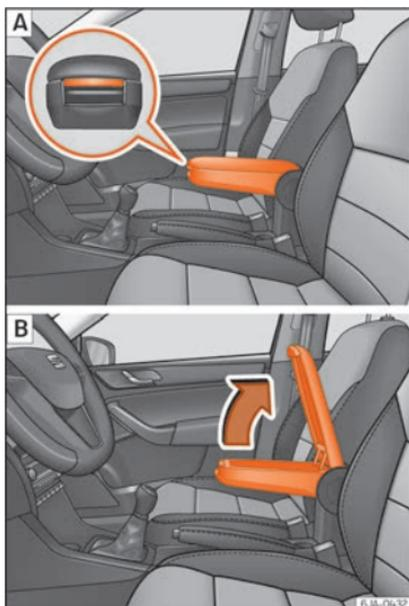

Fig. 144 Braccioli/apertura e chiusura del vano portaoggetti.
- Premere il pulsante situato nella parte anteriore del bracciolo »» **fig. 144 - [A]**.
- Alzare il coperchio del vano portaoggetti »» **fig. 144 - [B]**.